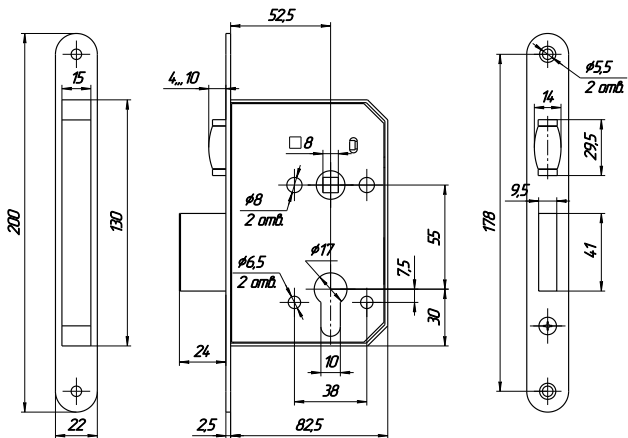

Рис.2
4.1. Произвести разметку и выполнить на полотне двери гнездо для корпуса замка, отверстия для цилиндрического механизма, для крепежа накладок, а в дверной коробке – отверстия для засова (см. рис.2).